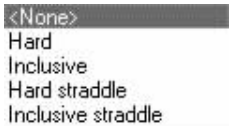

图 11-7 Room 属性
2) “Design level”: 设计标准。在下拉列表中显示如图 11-7 所示的选项。